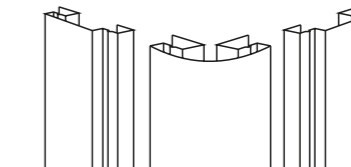

Рис. 4
*Примечание:* для обрамления наружных углов можно использовать прямой угол или радиусную планку с широкой наборной планкой (наличником) из декоративной системы GL ЯФАСАД (рис. 4).
- ▷ Вставьте наборные планки в радиусные планки, закрепите их (рис. 4).